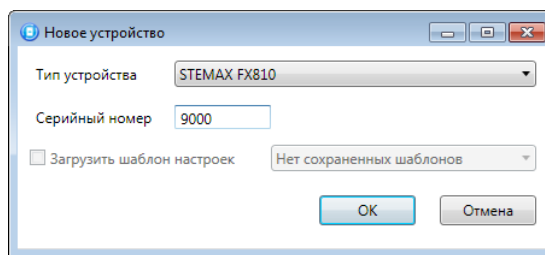

Рис. 4.8. Окно Новое устройство
- в открывшемся окне *Новое устройство* (Рис. 4.8):